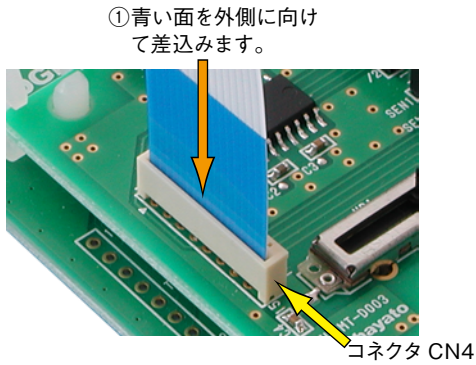

図5 ステッピングモーター基板の取り付け①
(3) ステッピングモーター基板の取り付け
- ①製品に付属のFFCケーブルを、ケーブルの青い面が基板の外側を向くようにしてコネクタ CN4 に差し込みます（図5）。